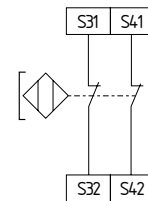

Fig. 6
- Fig. 6: Interruptor de posição final direito, com atuação parcial no nível de desconexão 2 (habilitações de segurança 33-34, 43-44)